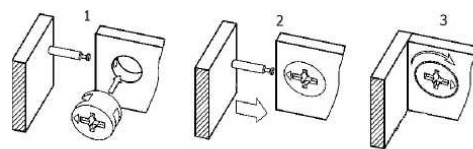

Рис. 4 - Соединение эксцентриковой стяжкой
- Соедините щиты жесткости (8,9) и брусок жесткости (11) с перегородкой (6) завернув эксцентрики (Рис.4).
- К цокольным брускам (1), нижнему щиту (2), крышке (5), щитам жесткости (8,9), бруску жесткости (11) присоедините боковые стенки (3,4) на шканты, завернув эксцентрики (Рис.4).
3.1 Прикрепите стенки задние (13) при помощи гвоздей 2х20мм (с шагом 100-120 мм) по краям изделия, соедините профилем стенки (13), предварительно проверив диагонали корпуса. Обязательно устраните перекос изделия из-за неровности пола, при помощи регулируемых подпятников.